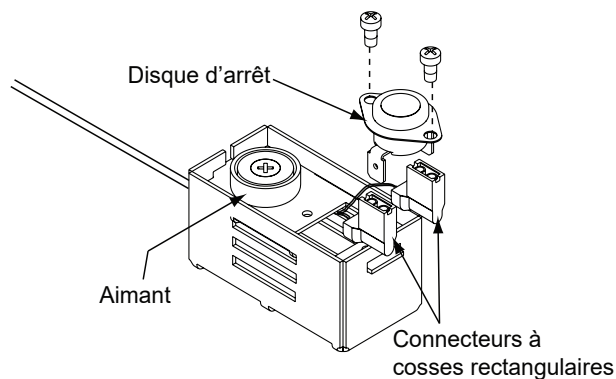

Figure 26.3
3. Tirez le disque d'arrêt et les connexions à cosses rectangulaires vers le haut pour les sortir du support comme illustré à la **Figure 26.3**.